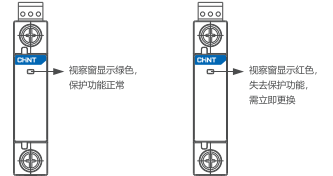

图3 状态指示
5.1 安装使用前先检查电涌保护器标志与所使用的工作条件是否符合；电涌保护器状态指示，如下图3